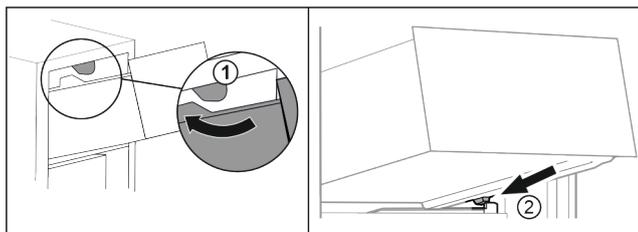

Fig. 97
- ▶ 将抽屉移动到上方止动器附近。 Fig. 97 (1)
- ▶ 将抽屉斜放在容器肋梁上的下方止动器后面。 Fig. 97 (2)